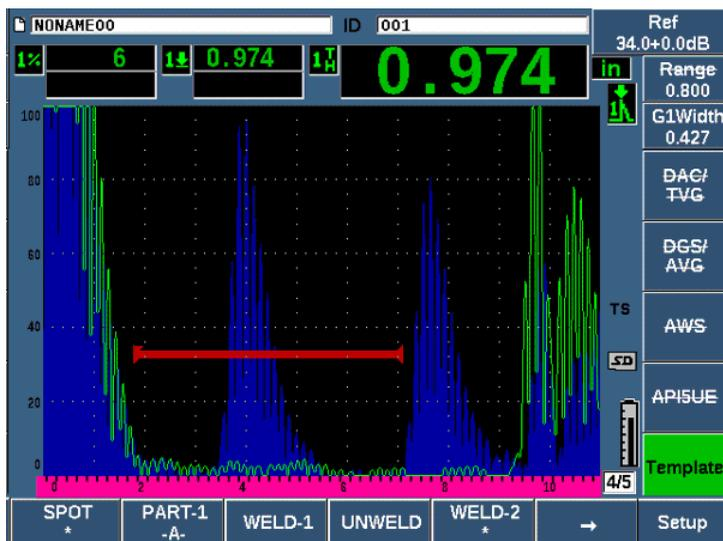

Рис. 11-50 Отображение сохраненного шаблона на текущем экране
- ◆ Нажмите одну из клавиш параметров (P1–P5) со значком * под именем шаблона (см. Рис. 11-50 на стр 313).